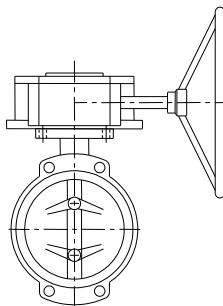

Figura 6. Reductor zurdo en posición perpendicular con respecto a la válvula
8. Monte el reductor de forma perpendicular con respecto a la válvula (ver figura 6).